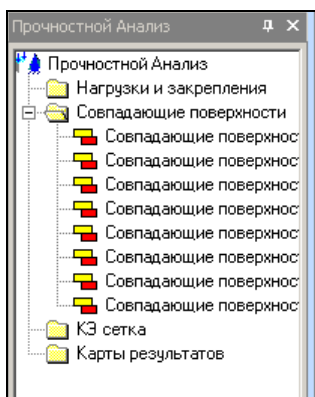

Рис. 10.36. Дерево Прочностной Анализ сборки *Ограждение*
- ◆ для этого нажмите кнопку **Совпадающие поверхности** на панели **Разбиение и Расчет**. Система найдет совпадающие поверхности и поместит их в список **Совпадающие поверхности** Деревя Прочностной Анализ (рис. 10.36).